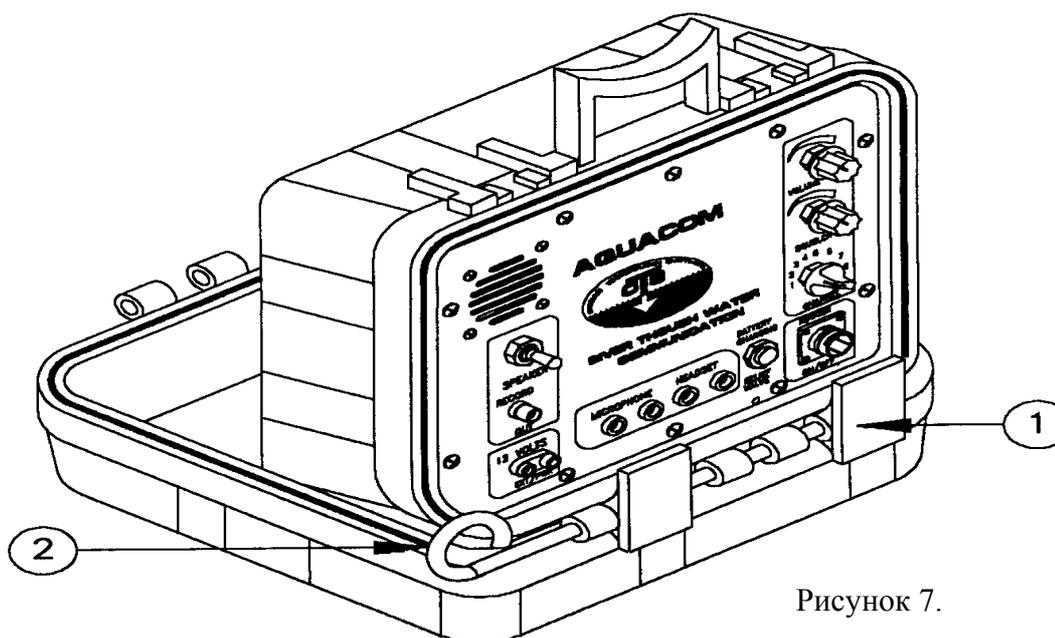

Рисунок 7.
4. Поверните крышку под станцию STX-101 (рис.7).
5. Извлеките 10 винтиков передней панели и поверните панель, как указано на рис.7. Выполнение вышеуказанного перечня мероприятий вернет станцию в горизонтальное положение.